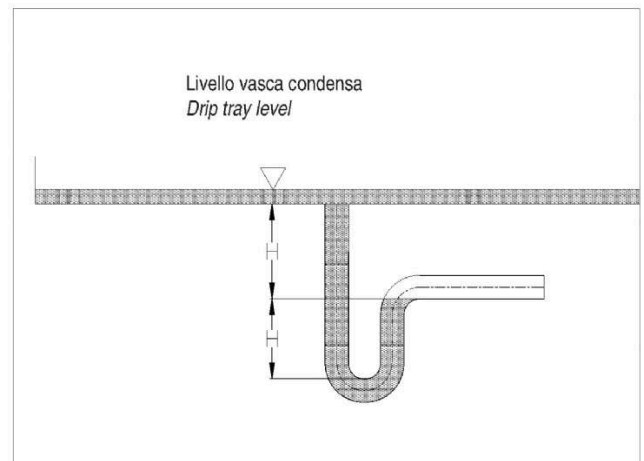

fig. 7
- La vasca di raccolta condensa in acciaio inox e provvista di scarico con diam. esterno 22 mm (fig. 7).
- The stainless steel condensate drip tray has a drain with external diameter of 22 mm (fig. 7).